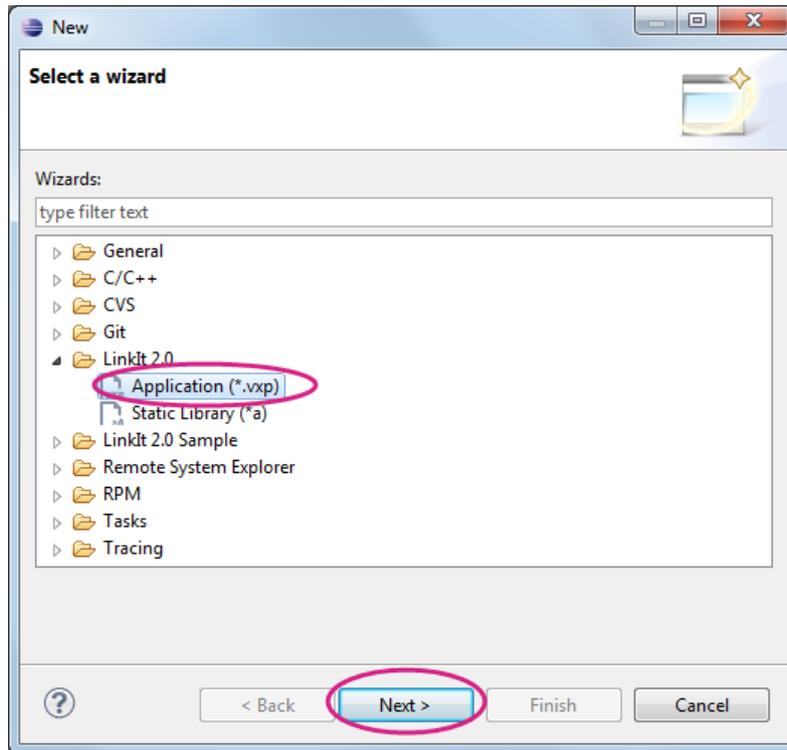

图 17 点选 LinkIt 2.0 应用
- 2) 新的窗口显示如下。展开 LinkIt2.0 文件夹，选择应用 Application (*.vxp)，并单击 Next，如图 17 所示。